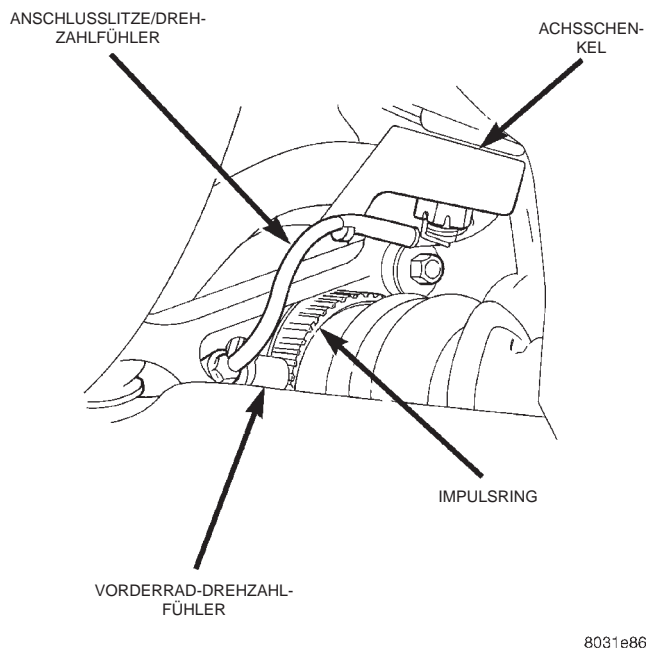

Abb. 8 Vorderrad-Drehzahlfühler
(1) Das Fahrzeug anheben und das betreffende Vorderrad nach außen drehen, um den Fühler besser erreichen zu können.
(2) Den Steckverbinder des Fühlers am Kabelbaum abziehen.
(3) Das Fühlerkabel von den Haltern lösen.
(4) Den Fühler und seine Umgebung vor dem Ausbau mit einem Tuch säubern.
(5) Die Schraube zur Befestigung des Fühlers am Achsschenkel lösen und den Fühler abnehmen (Abb. 8).